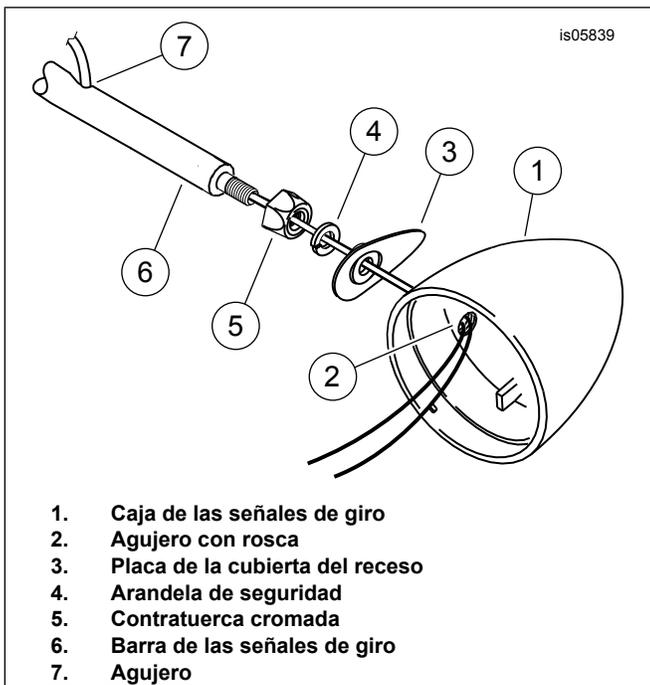

Figura 5. Barra de las señales de giro
1. Vea Figura 5. Instale una contratuerca cromada (5) dentro de cada extremo de la barra de las señales de giro (6) con el lado del agujero escariado de la tuerca contra la barra.
- a. Dentro de la caja de las señales de giro (1) y a través del agujero **con rosca** (2).
- b. A través la placa de la cubierta del receso (3).
- c. A través de la **nueva** arandela de seguridad (4).
- e. Hacia afuera del agujero (7) a corta distancia del extremo de la barra.